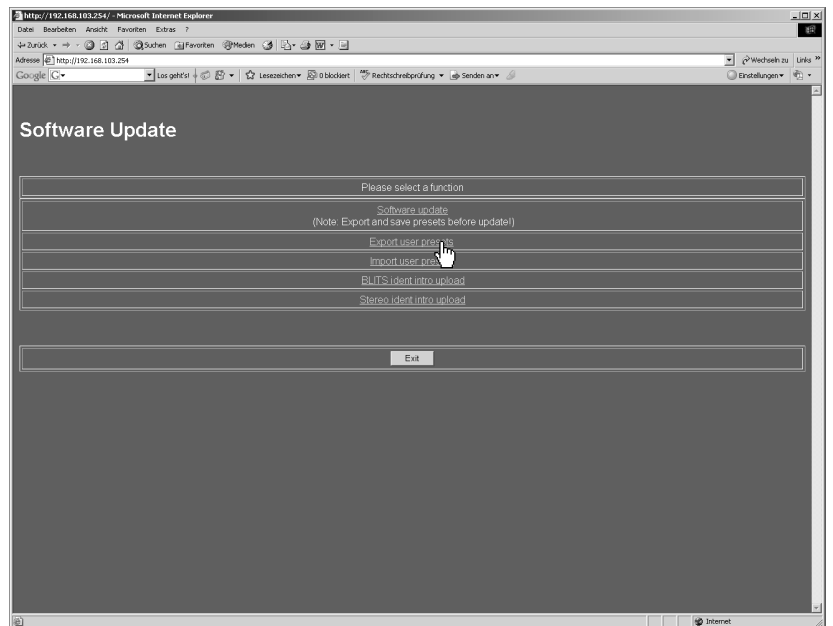
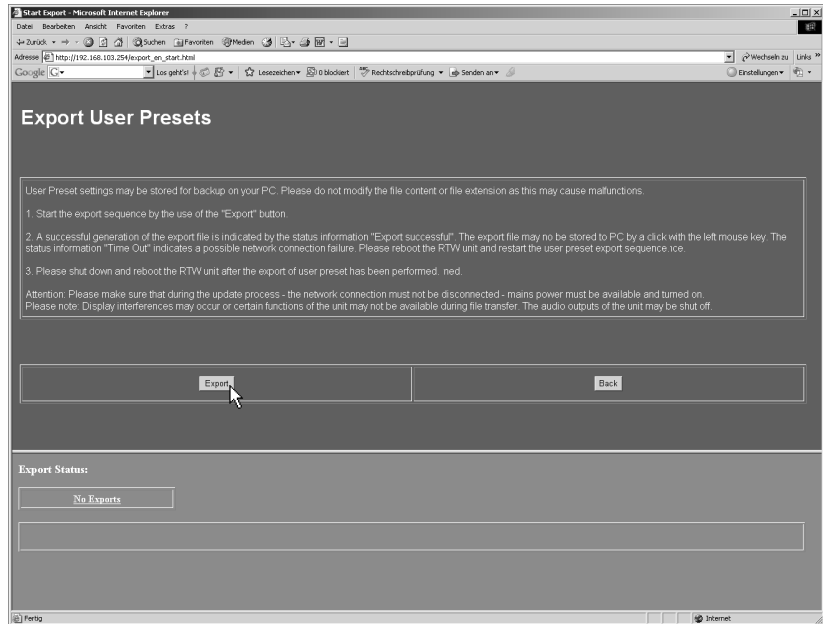
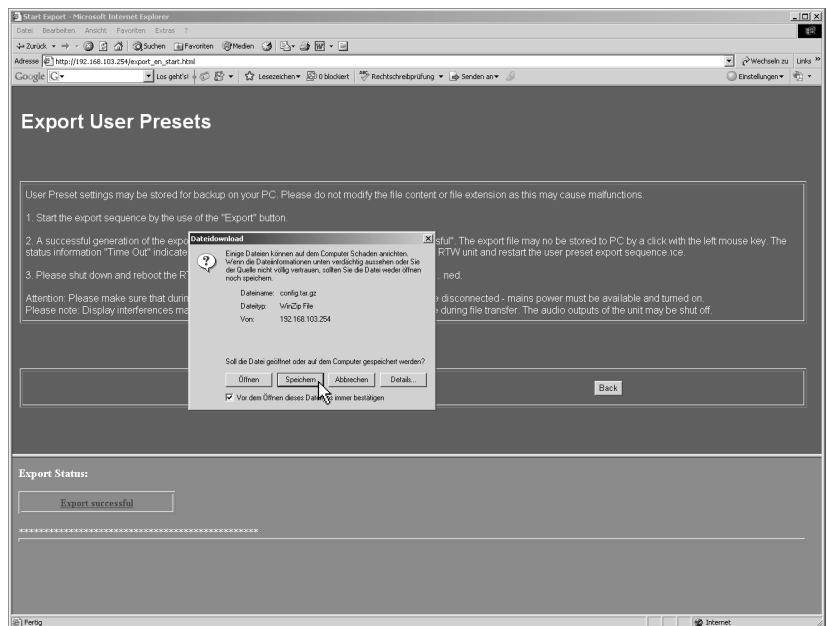

Bild 8-12: Anzeige des Software-Update-Programms in einem Internet-Browser
Bild 8-13: Anzeige der Export-Seite
Bild 8-18: Ende des Daten-Transfers der gewählten Update-Datei
2. Im Browser-Fenster erscheint das Software-Update-Programm des SurroundControl (siehe Bild 8-12). Wählen Sie „Export user presets“. **Beachten Sie bitte die Hinweise auf der Export-Seite** (siehe Bild 8-13).
3. Klicken Sie auf die Schaltfläche „Export“ (siehe Bild 8-13).
- Klicken Sie nach erfolgreichem Speichern auf die Schaltfläche „Back“ (siehe Bild 8-18), um auf die Startseite (siehe Bild 8-12) zurück zu kehren.
- Klicken Sie auf „Exit“, um das Update-Programm zu verlassen (siehe Bild 8-12). Schalten Sie den Netzschalter des SurroundControl aus und für einen Neustart nach einer kurzen Verzögerung wieder ein.